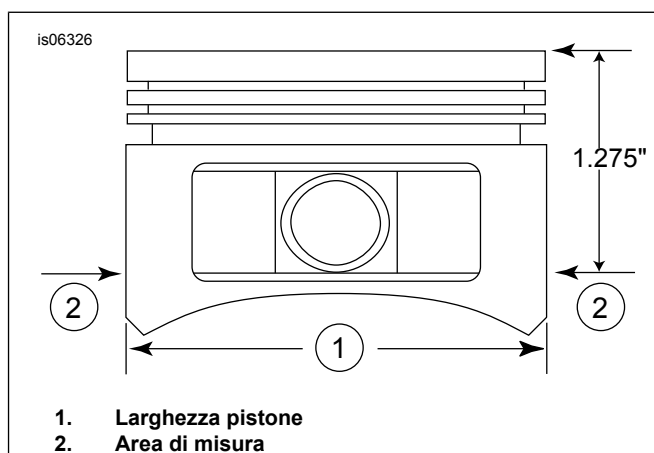

Figura 2. Misure pistone
5. Figura 2 Misurare la larghezza del pistone (1), 90 gradi orizzontalmente da entrambi i lati del foro dello spinotto del pistone e 32 mm (1.275 in) verso il basso, a partire dalla superficie del piano (superiore) del pistone (2). Per l'accoppiamento cilindro-pistone in questo punto, vedere Tabella 11.